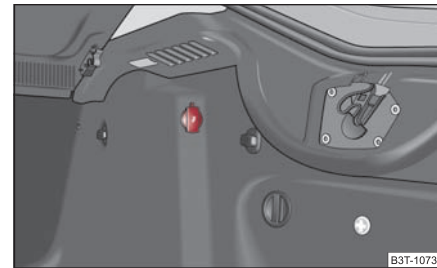

Fig. 106 Coffre à bagages: Prise de courant
- Ouvrez le cache de la prise de courant ⇒ fig. 106.